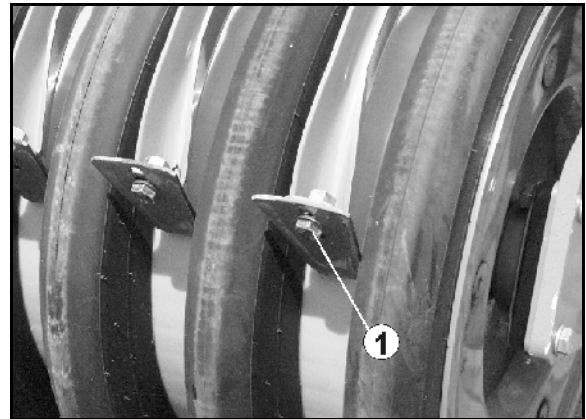

Fig. 44
2. Schraube (Fig. 44/1) unter dem Abstreifer lösen.